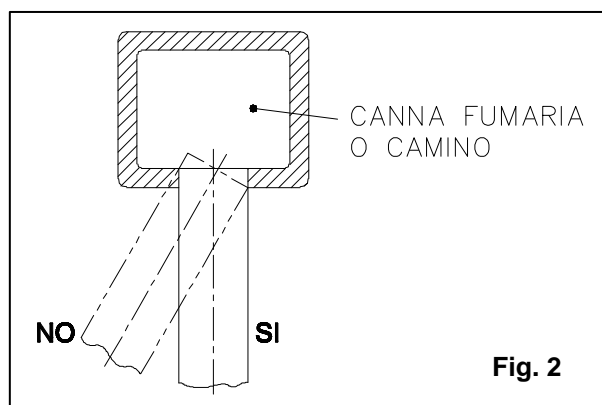

Fig. 2
- il condotto di scarico deve essere perpendicolare con la parete interna opposta del camino o della canna fumaria (fig. 2);